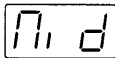

Fig.5
- ・ Press the PITCH 【◀】 key to begin the MIDI test. A display as shown in Fig.5 will appear briefly, and the test will proceed automatically. If the MIDI circuit is normal, “OK” will appear on the display.
- ・ PITCH 【◀】 キーを押すとディスプレイに図5のように表示され、MIDIテストを自動的に開始します。